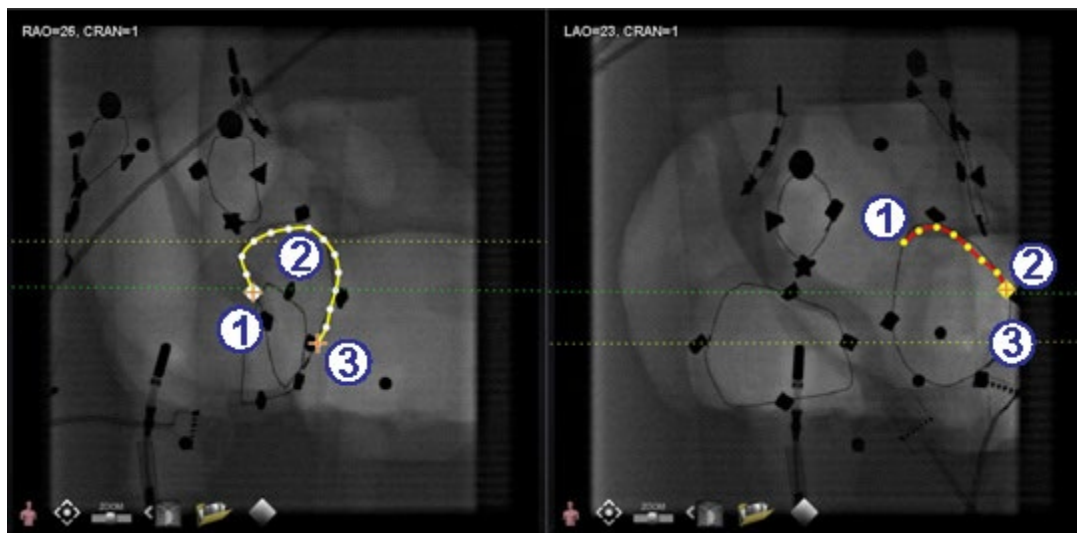

Figura 126. Nell'immagine complementare, l'ultimo punto tracciato è il punto distale
Quando l'utilizzatore contrassegna un vaso su un'immagine fluoroscopica complementare (come sull'immagine fluoroscopica LAO nella **Figura 126**), l'ultimo punto tracciato è il punto distale. La linea gialla tratteggiata nell'immagine fluoroscopica originale (RAO di seguito) indica il punto distale dell'immagine fluoroscopica complementare.
Guida a Punto distale in corso (Figura 126)
- ① Punto di ancoraggio prossimale
- ② Punto distale del tracciato attivo (LAO nella Figura 126)
- ③ Punto di ancoraggio distale del tracciato originale (RAO nella Figura 126)